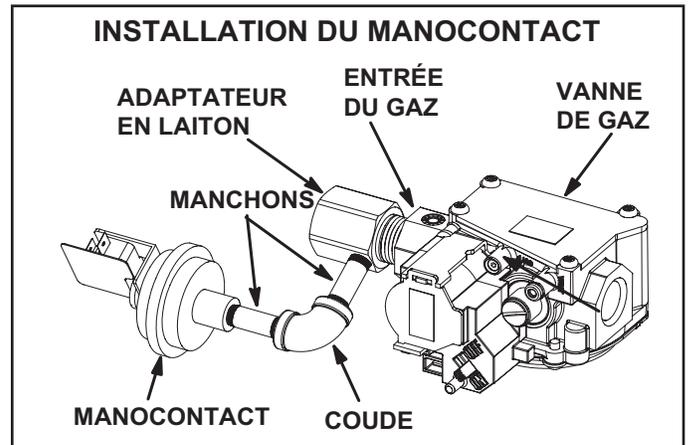
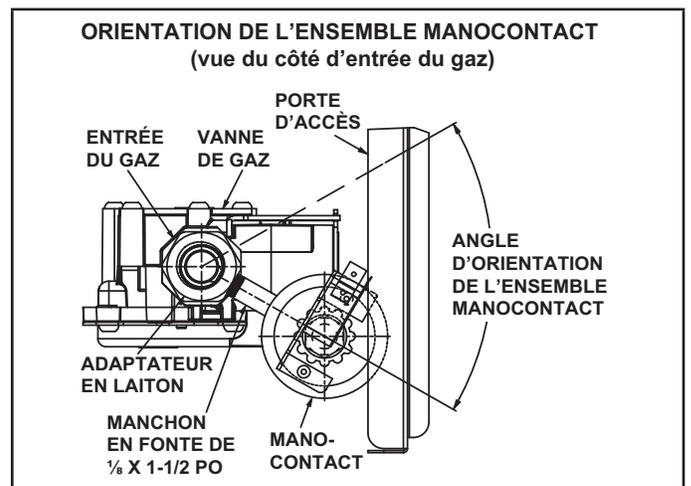

Figure 3
Figure 4
- 9 - Installer les composantes du manocontact comme illustré à la Figure 3. Afin de pouvoir fermer la porte, orienter le manocontact plus bas que la vanne de gaz. Voir Figure 4.